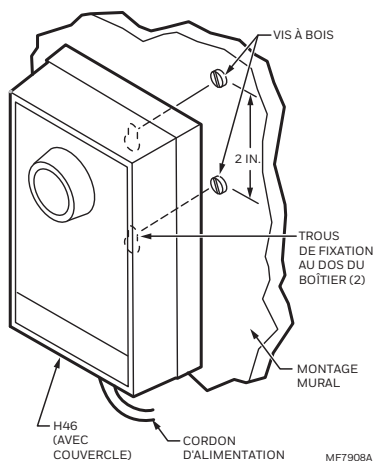

Fig. 2. Montage du H46E au moyen des deux vis.
1. À l'endroit choisi, enfoncer dans le mur les deux vis à bois fournies, à 51 mm (2 po) l'une au-dessus de l'autre, en les laissant dépasser de 2 mm (1/16 po). (Voir Fig. 2.)